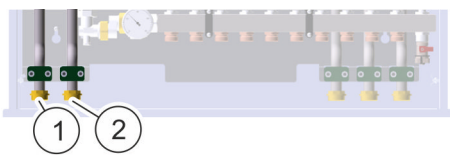

Abb. 50: Vor- und Rückläufe Wärmeversorgung
1. ➔ Vorlauf Heizungshauptzuleitung an den Vorlauf Wärmeversorgung (Abb. 50/2) anschließen und von Hand festdrehen.
2. ➔ Rücklauf Heizungshauptzuleitung an den Rücklauf Wärmeversorgung (Abb. 50/1) anschließen und von Hand festdrehen.